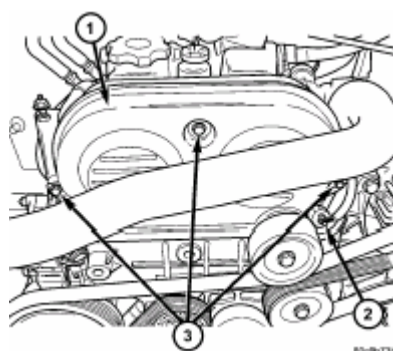

Рис. 3. Верхняя крышка ремня газораспределительного механизма/болты:
1. Снимите пластмассовую верхнюю крышку ремня механизма газораспределения (рис. 3), отвернув три болта. Прежде, чем попытаться снять крышку, отсоедините электрический разъем от датчика температуры хладагента двигателя (ТХД) (рис. 3). Это предохранит датчик от повреждения.